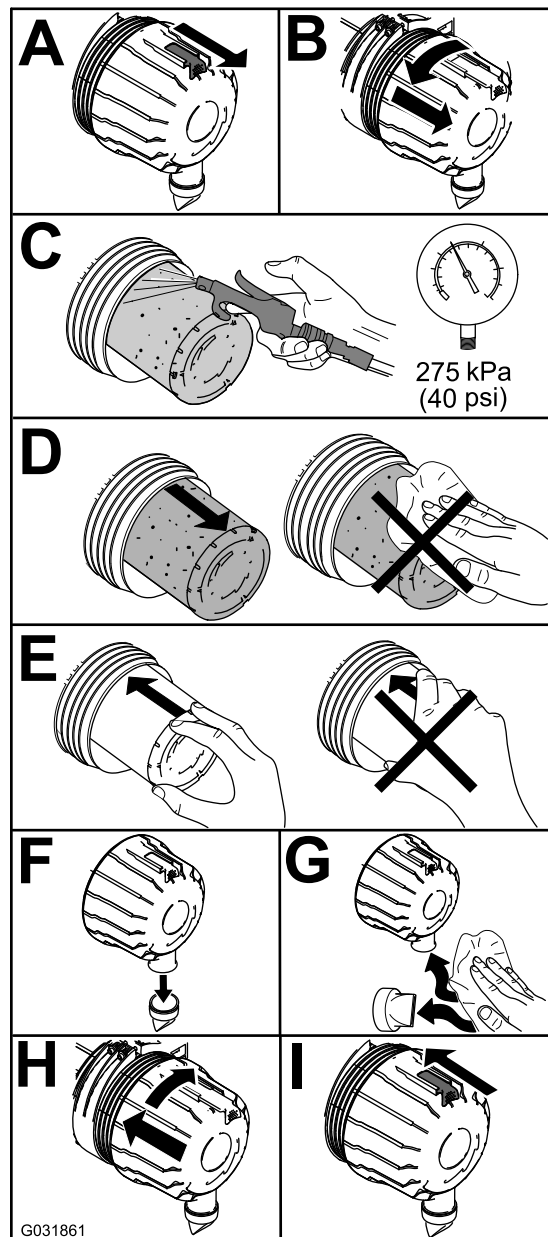

Figura 57
1. Sostituite il filtro dell'aria (Figura 57).